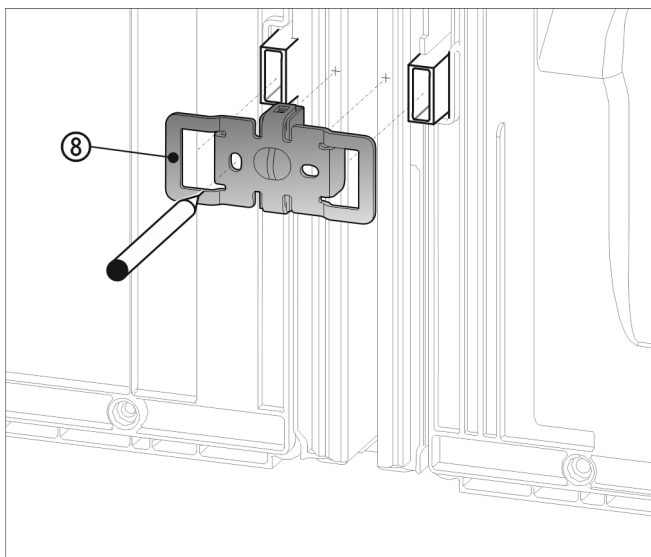

Fig. 20
- ▶ Hoekstuk Fig. 20 (8) met de uitsparingen boven de opname voor wandafstandshouder schuiven.